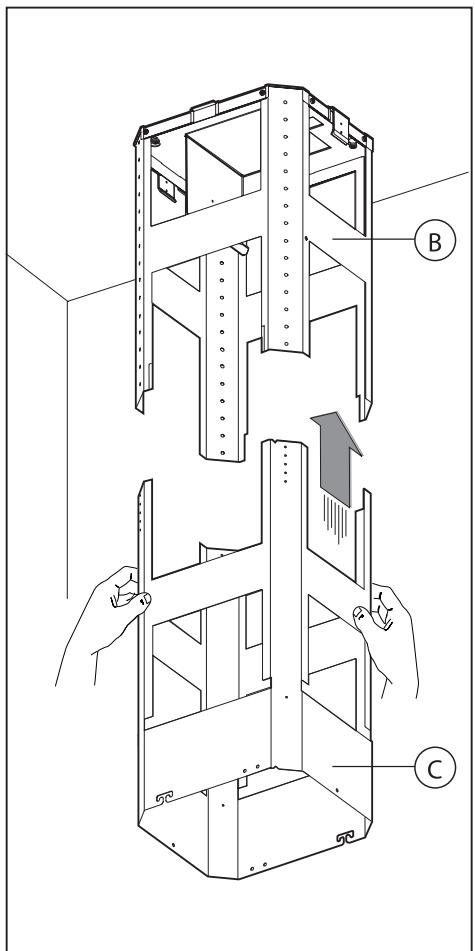
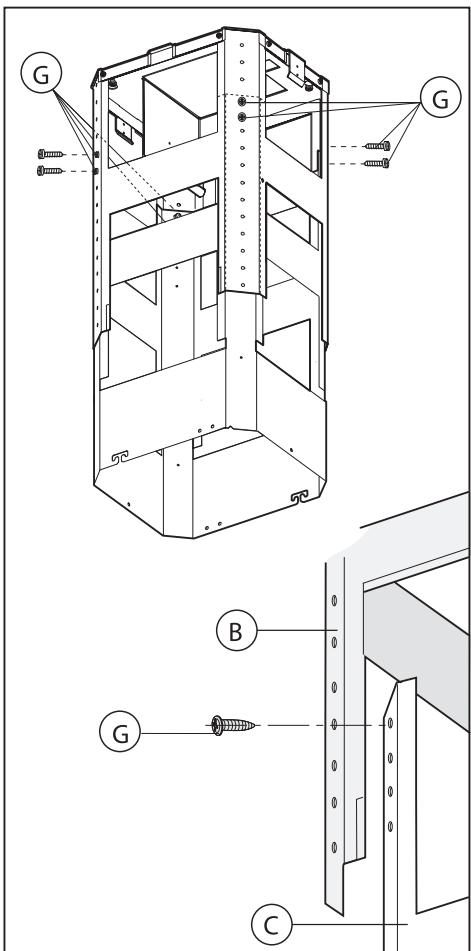

Fig.5
Fig.6
-Ta nu den nedre delen av teleskopstrukturen **C** och sätt på den övre **B** (Fig.5). Reglera till önskad höjd och jämför med indikerade höjder på (Fig.14). Vrid åt de 8 bifogade skruvarna **G** (Fig.6).